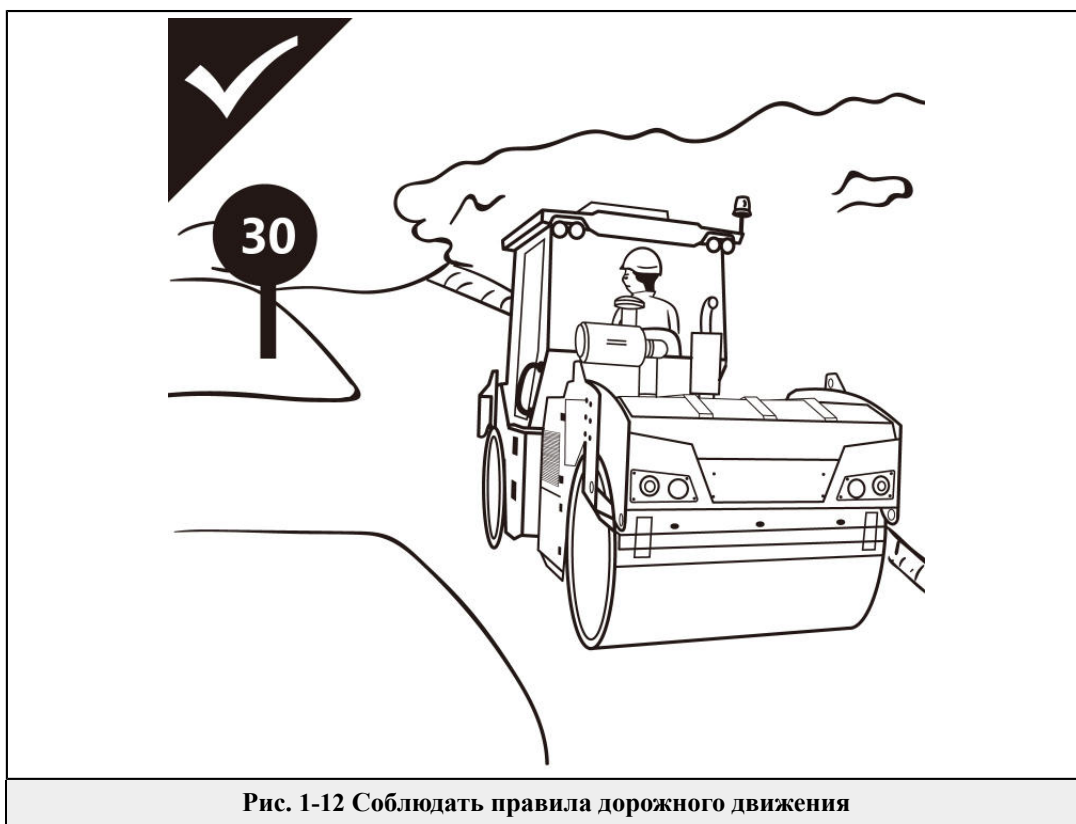

Рис. 1-12 Соблюдать правила дорожного движения
- При движении по дорогам общего пользования всегда следует обращать внимание на соблюдение правил дорожного движения. Не превышать скорость, разрешенную правилами дорожного движения, и обращать внимание на расстояние движения после торможения (**Рис. 1-12**).